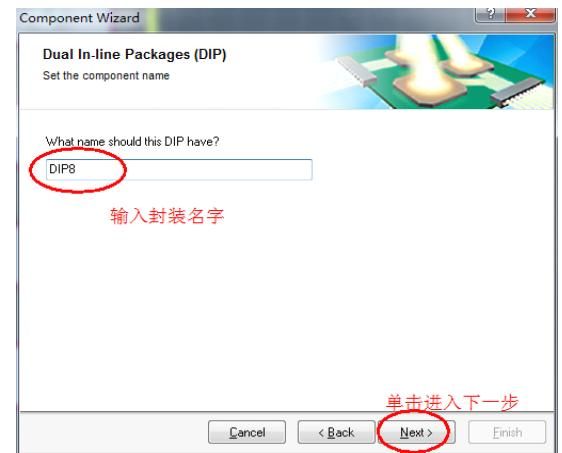

图 6-4.18 设置元器件名字
Step7: 单击“下一步”按钮，设置元器件名称，如图 6-4.18 所示；